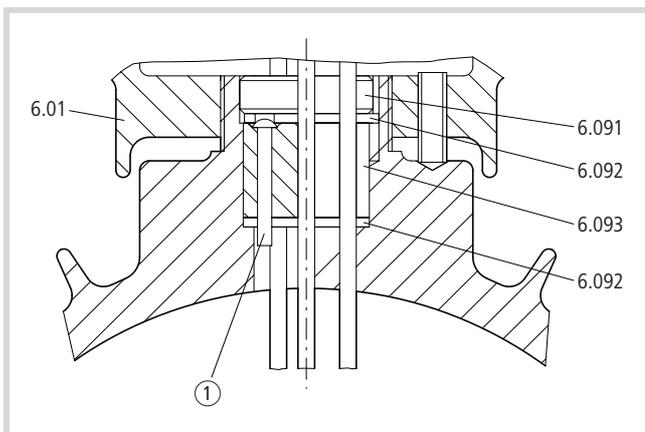

Figure 22 : Entrée des câbles de raccordement du stator dans la boîte à bornes
- ▶ Faites passer les câbles de raccordement du bobinage du stator et les conducteurs supplémentaires à travers la bague d'étanchéité (6.093) située entre les deux rondelles de serrage (6.092) (→ fig. 22).
La tête du rivet doit se trouver au-dessous de la rondelle de serrage supérieure (6.092) (→ fig. 22).